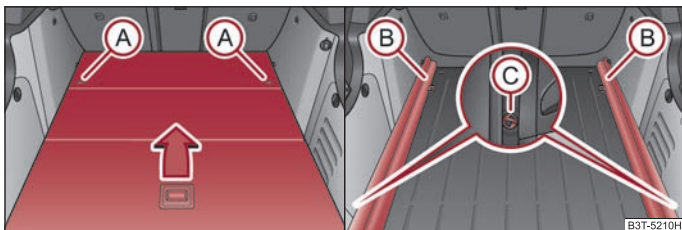

Fig. 87 Spațiul pentru bagaje: Demontarea podelei variabile/Demontarea șinelor de susținere
- Deblocați podeaua variabilă rotind inelul de siguranță ① ⇒ fig. 87 spre stânga circa 90°.
- Deblocați șinele ② rotind inelele de fixare ③ spre dreapta circa 90°.